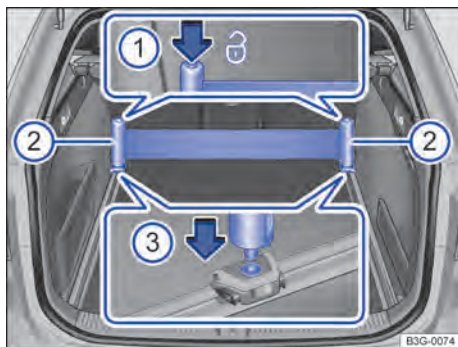

Fig. 212 No compartimento de bagagem: instalar e remover a cinta de fixação.
- Segurar o suporte da cinta de fixação → Fig. 212 **2** com as duas mãos e pressionar os dois botões da cinta de fixação → Fig. 212 **1** e mantê-los pressionados.
- Colocar os suportes da cinta de fixação, um após o outro, no entalhe do respectivo olhal de amarração móvel → Fig. 212 **3** e deixar que travem.
- Soltar os botões da cinta de fixação → Fig. 212 **1**.
- Pressionar os botões da cinta de fixação → Fig. 212 ① para tensionar a cinta.
Remover os dois suportes da cinta de fixação → Fig. 212 ② um após o outro.
- Pressionar o respectivo botão da cinta de fixação → Fig. 212 ① e mantê-lo pressionado.
- Puxar o suporte → Fig. 212 ② para cima, para fora do olhal de amarração móvel.
- Segurar o suporte da cinta de fixação → Fig. 212 ② com as duas mãos e pressionar os dois botões da cinta de fixação → Fig. 212 ① e mantê-los pressionados.
- Juntar os dois suportes da cinta de fixação → Fig. 212 ② lentamente. A cinta de fixação enrola-se automaticamente.
- Soltar os botões da cinta de fixação → Fig. 212 ①.